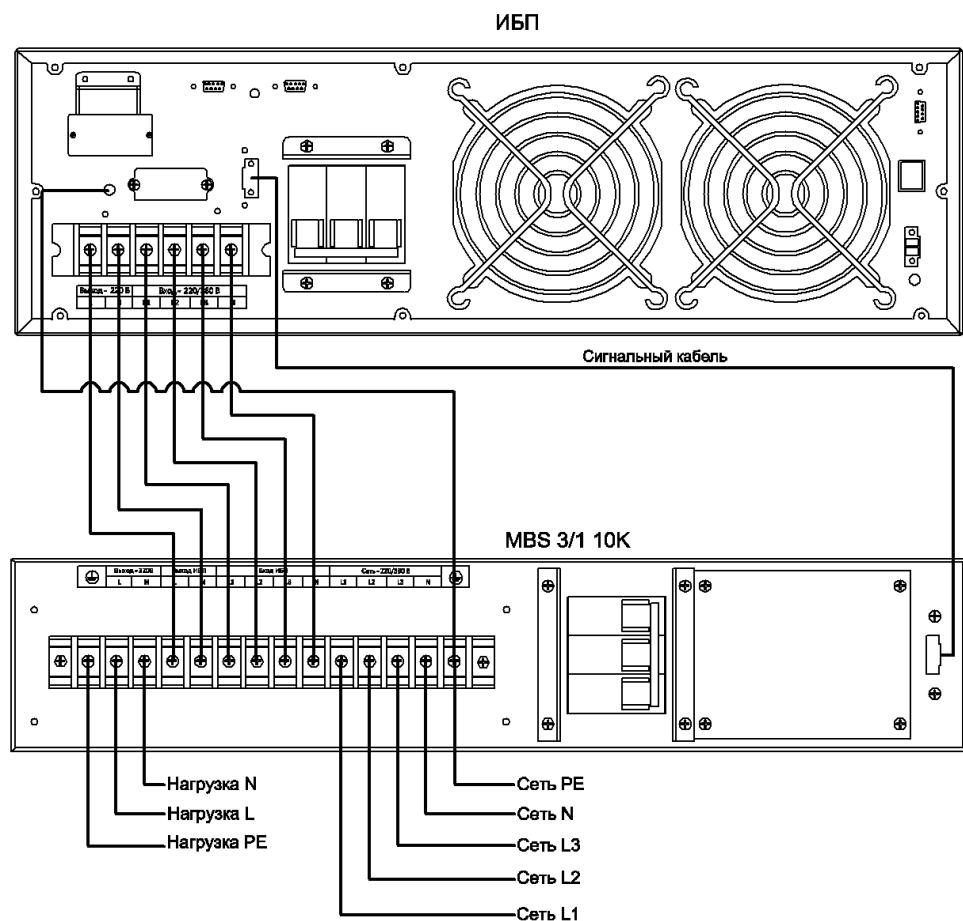

Рисунок 4 – Подключение модуля MBS 3/1 10K
**7.1.5** Подключение сети переменного тока, ИБП и нагрузки к модулю следует производить в следующей последовательности (рисунок 4):